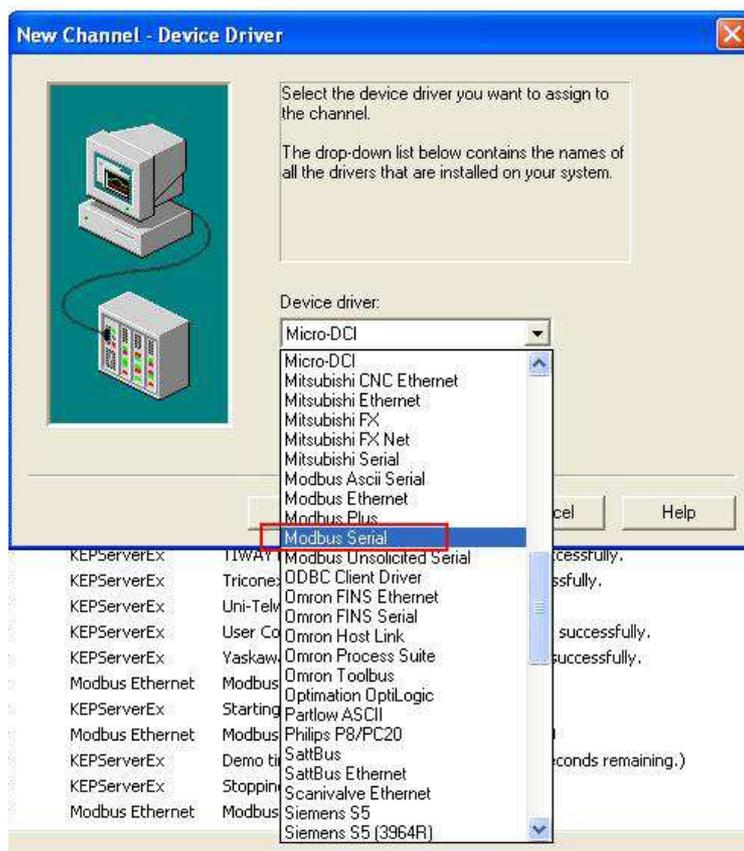

Рис.21
3.2. В новом окне выберите **Modbus Serial** в качестве протокола обмена с устройством, и нажмите **Next** (Рис.21):